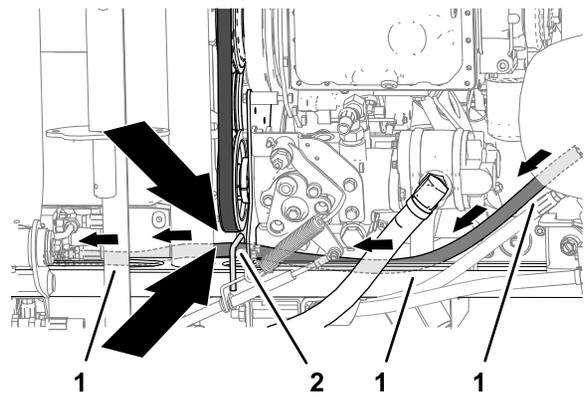

Figura 49
2. Passe o tubo ao longo do canal da estrutura na direção da consola de controlo (Figura 49).